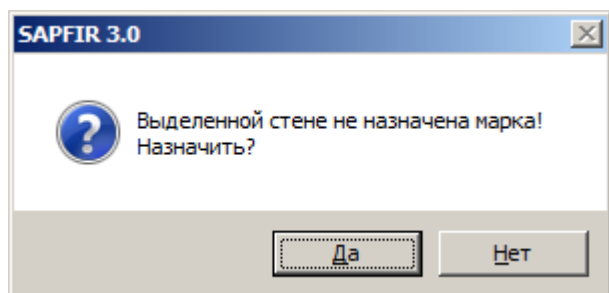
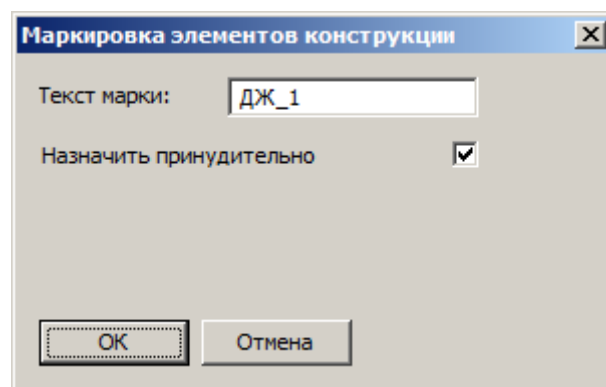

Рис.8.11. Диалоговое окно предупреждения о не назначенной марке
Рис.8.12. Диалоговое окно Маркировка элементов конструкции
Если армируемой стене предварительно не была назначена марка, то ПК САПФИР выдаст предупреждение, что **Выделенной стене не назначена марка. Назначить?** (рис.8.11). Щелкните по кнопке **Да**. В появившемся диалоговом окне **Маркировка элементов конструкции** (рис.8.12) согласитесь с маркировкой по умолчанию или введите необходимое значение и щелкните по кнопке **Да**. В сборочный узел выделится именно та стена, которая была указана.
- В открывшемся диалоговом окне **Маркировка элементов конструкции** (рис.8.12) введите маркировку **ДЖ_2** и щелкните по кнопке **Применить**.